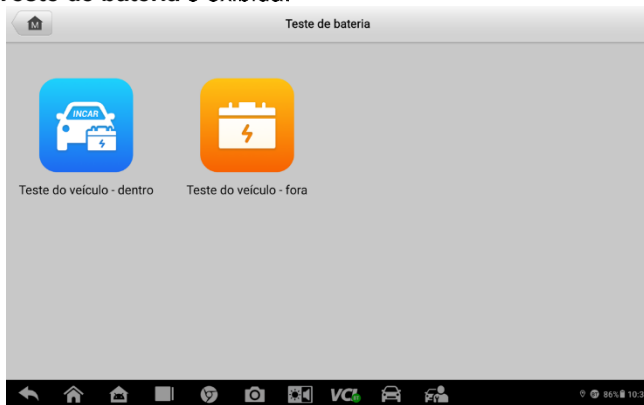

Figura 6-3 Tela do teste de bateria
1. Toque no aplicativo **Teste de bateria** no menu de tarefas do OTOFIX. A tela Teste de bateria é exibida (Consulte Figura 6-3 Tela do teste de bateria).